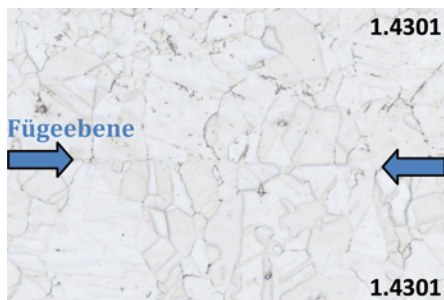

Abb. 3: Gefüge nach dem Diffusionsschweißprozess – Materialkombination von Edelstahl des Typs 1.4301 (Fügeebene mit Pfeilen angedeutet)
- Fügestelle ist makro- und mikroskopisch nicht zu erkennen (Abb. 3)